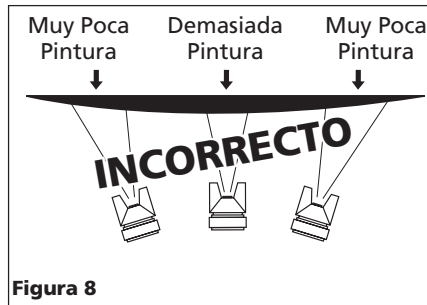

Figura 8
2. Mantenga la boquilla de 15,2-22,9cm de la superficie que va a pintar todo el tiempo y siempre mantenga la pistola en movimiento mientras esté rociando. Si para de moverla la pintura se acumulará y se chorreará. No mueva la pistola de un lado a otro como un abanico. Este tipo de movimiento crea depósitos de pintura que se concentran en el centro del área cubierta y aplica muy poca pintura en los bordes (Vea la Figura 8).